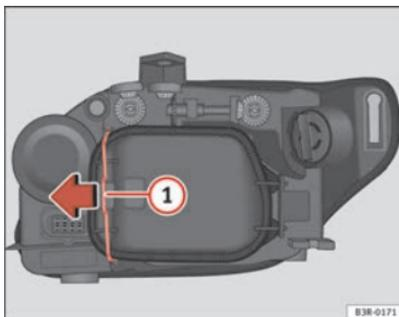

Abb. 212 Standlicht (Fahrzeuginnenseite)
- Den Spanner  $\Rightarrow$  Seite 285, Abb. 212  in Pfeilrichtung bewegen und den Deckel abnehmen, indem zuerst die Seite des Spanners und danach die beiden Laschen des anderen Endes des Deckels abgenommen werden.